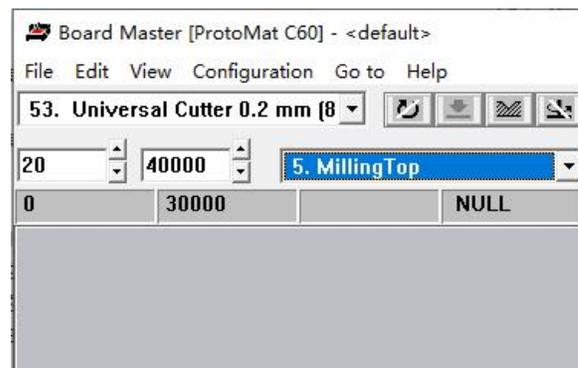

图5-41 选取顶层
7) 刻完底面线路后将板材翻面，如图5-41所示，选择“5.MillingTop”。底面朝下，顶面朝上重新固定在机器台面上。选择加工项MillingTop，手动选取铣刀（如图中的Universal Cutter 0.2 mm），然后在PCB外面（板框外）试刻以调整铣刀深度。深度调好后便开始刻线路。